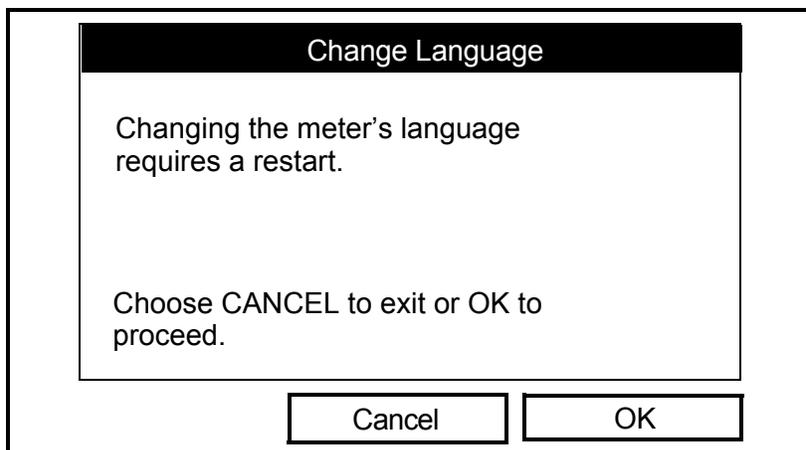

Рис. 3-16. Окно подтверждения *Change Language* (Изменение языка)
- После изменения языка необходимо перезапустить прибор РТ878. Когда появится окно, изображенное ниже на рис. 3-16, нажмите [F2] для отмены изменения или [F3], чтобы изменить язык.